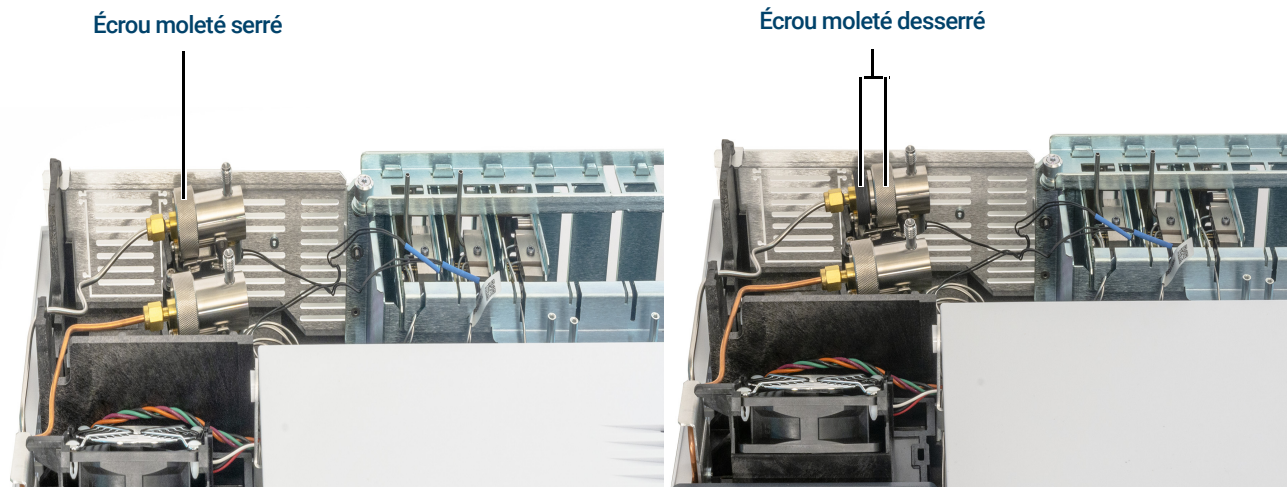

Figure 30. Desserer l'écrou moleté
- 4 Desserrez entièrement l'écrou moleté qui maintient en place la trappe de ventilation divisée comme illustré à la **Figure 30**.